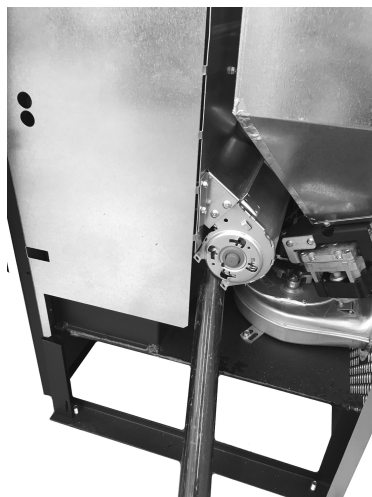

Fig. 34 - Czyszczenie wentylatora
- Zassać popiół i pył zgromadzony wewnątrz (patrz Fig. 34).